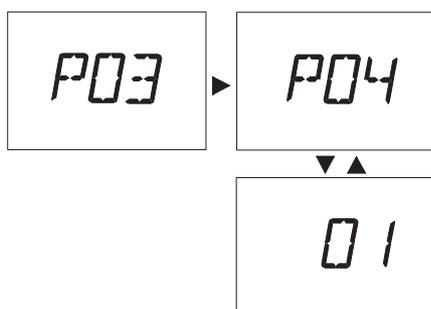

Рис. 37
- 4 Нажимайте кнопку сброса 14 Рис. 5 для отображения параметра **P04**, в котором можно настроить **Тип теплообменника горячего водоснабжения** (второй уровень) на ЖК-дисплее (последовательность **P04** чередуется с **01**) (Рис. 37).